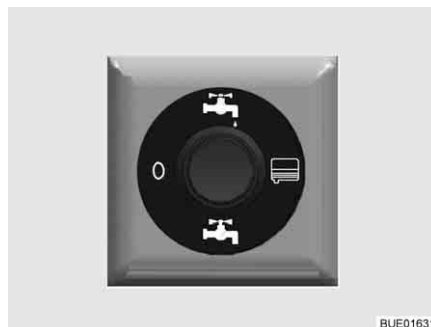

Fig. 205 Commutateur de commande du robinet de vidange à commande électrique
- Appuyer sur la partie supérieure du commutateur de commande (Fig. 205). Les eaux usées sont évacuées.
- Appuyer sur la partie inférieure du commutateur de commande (Fig. 205) une fois que les eaux usées se sont complètement écoulées.
- Placer le commutateur de commande (Fig. 205) en position "0" (hors circuit).